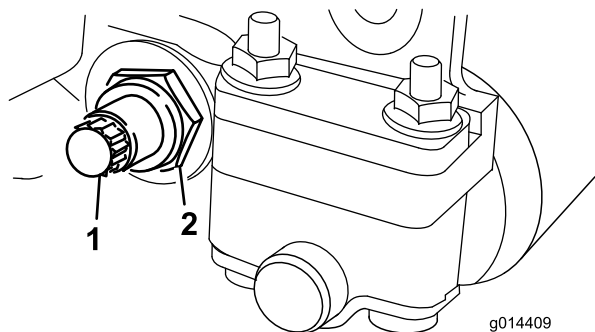
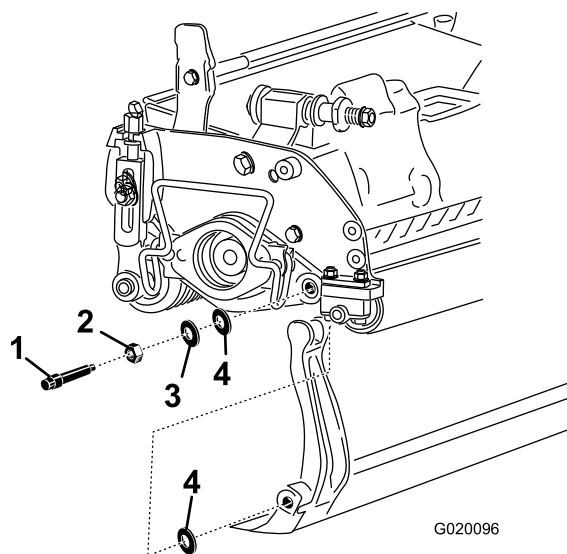

図 14
図 15
3. ベッドバーボルト 図 14 を固定しているロックナット機体両側をゆるめる。
4. 各ベッドバーボルトを抜いて、ベッドバーを下に引き抜いて外す 図 14。ベッドバーの両端にナイロンワッシャ2枚とスチールワッシャ1枚ずつがあるので注意する 図 15。
2. ベッドバーボルト2本、ロックナットボルトについているナット、ワッシャ6枚で、ベッドバーを各サイドプレートに固定する。サイドプレートのボスの両側にナイロンワッシャを入れる。その外側からスチール製ワッシャを取り付ける 図 15。
4. スチール製のワッシャが手で回せなくなるまで、左右のロックナットを均等に締め付ける 図 15。